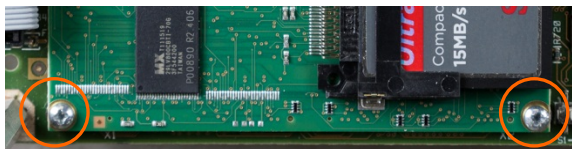

Figura 3-56: Parafusos das placas de montagem de ETX
2. Remova os outros dois parafusos que fixam a placa ETX no local, como mostrado na Figura 3-56.
3. Tomando as devidas precauções para evitar descargas elétricas, eleve a placa ETX de seus conectores, iniciando na ponta da placa CF indicada na Figura 3-56.